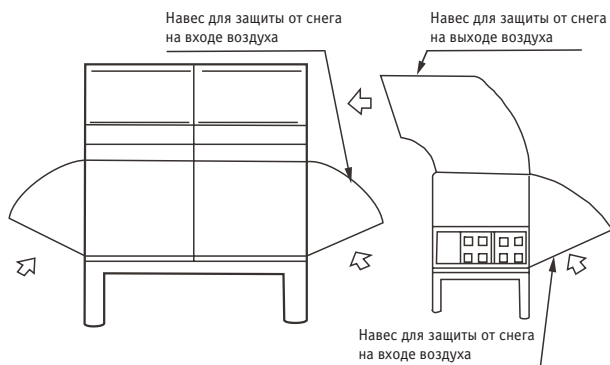

Рис. 2-6
**3.6 В регионах, подверженных снегопадам, необходимо смонтировать навесы для защиты от снега. (См. рис. 2-6). Отсутствие навесов для защиты от снега может стать причиной неполадок. Чтобы исключить влияние снега, необходимо смонтировать приподнятое основание и навесы для защиты от снега на входе и на выходе воздуха.**